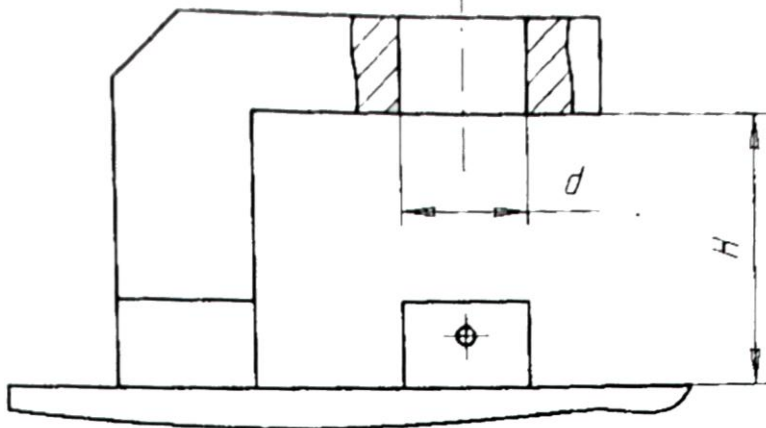

Рисунок 3
8.1.1 Выбрать сменный держатель, соответствующий посадочному диаметру и расстоянию от измерительного наконечника до гильзы (втулки) поверяемого прибора (см. таблицу 4 и рисунок 3)